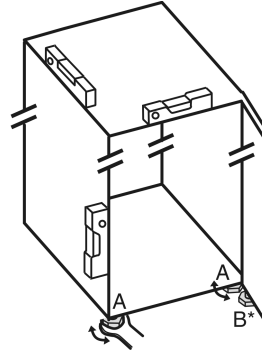

Fig. 23
- ▶ Stellfüße *Fig. 23 (A)* mit beiliegendem Gabelschlüssel und mit Hilfe einer Wasserwaage herausdrehen, bis das Gerät fest und ebenstehend ausgerichtet ist.
- ▶ Stellfuß *Fig. 23 (B)* am Lagerbock mit beiliegendem Gabelschlüssel herausdrehen, bis er auf dem Boden aufliegt.
- ▶ Stellfuß *Fig. 23 (B)* um 90° weiter drehen.